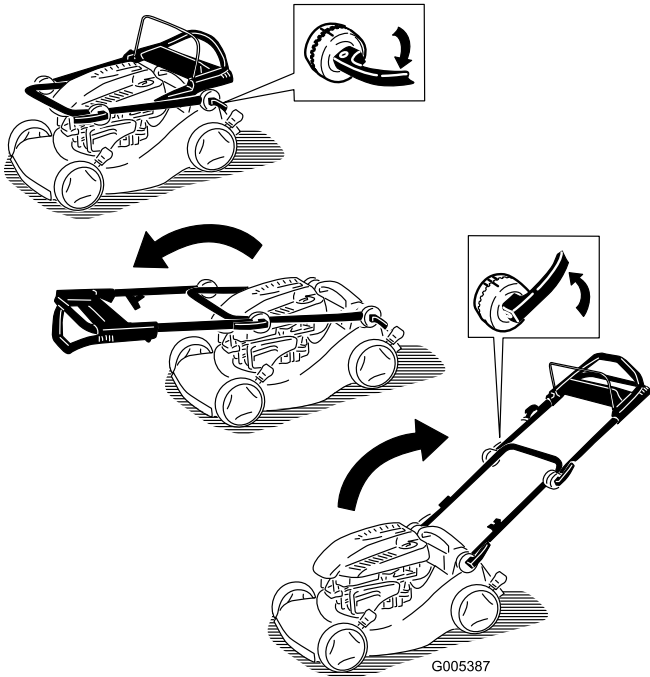

Figure 3
1. Ouvrez les verrous du guidon, placez les sections du guidon à la position d'utilisation et fermez les verrous (Figure 3).